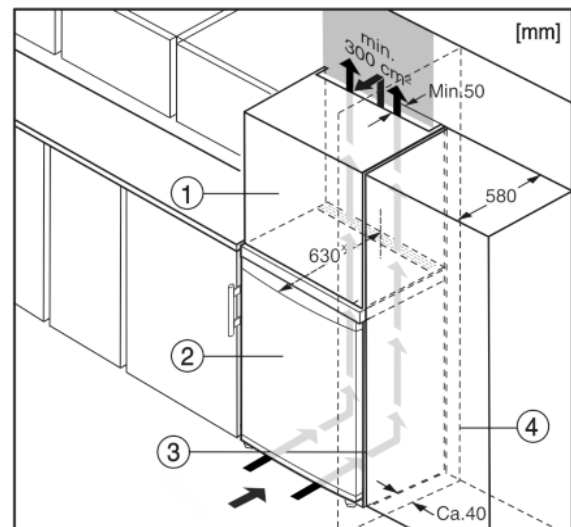

Fig. 5
- (1) Élément haut
- (2) Appareil
- (3) Placard de cuisine
- (4) Mur
L'appareil peut être réagencé avec des buffets de cuisine. Pour adapter l'appareil Fig. 5 (2) à la hauteur du coin cuisine, une rehausse Fig. 5 (1) peut être posée sur l'appareil.
Lors de la transformation avec des placards de cuisine (profondeur max. 580 mm), l'appareil peut être placé directement à côté du placard de cuisine *Fig. 5 (3)*. L'appareil dépasse latéralement de 34 mm* et de 50 mm* au centre de l'appareil par rapport à la face avant du placard de cuisine.
Si l'appareil est installé avec les charnières à côté d'un mur *Fig. 5 (4)*, la distance entre l'appareil et le mur doit être de 40 mm min. Ceci correspond à la saillie de la poignée lorsque la porte est ouverte.